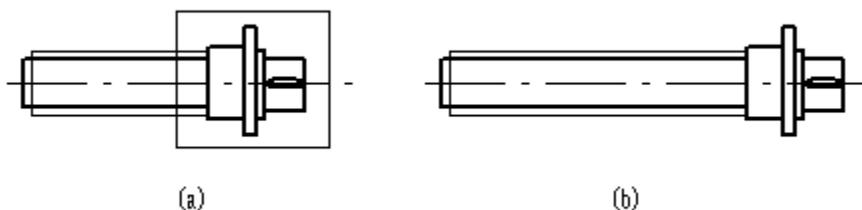

图4.2-34
例一，将图4.2-34(a)、(b)中阶梯孔复制一个，两孔距离30mm，结果如图(c)。
① 用第一种入组方式，如图4.2-34(a)，光标移动到A点按住鼠标左键，拖动光标到B点松开鼠标左键(以下定义矩形框的方法与此相同)。对第一种入组方式，只要与框有交的线就入组，因此框的边界不要压到上下两条线。也可用第二种入组方式，如图4.2-34(b)。对第二种入组方式，完全在框内的线才入组，因此框应包含所有要移动的线。